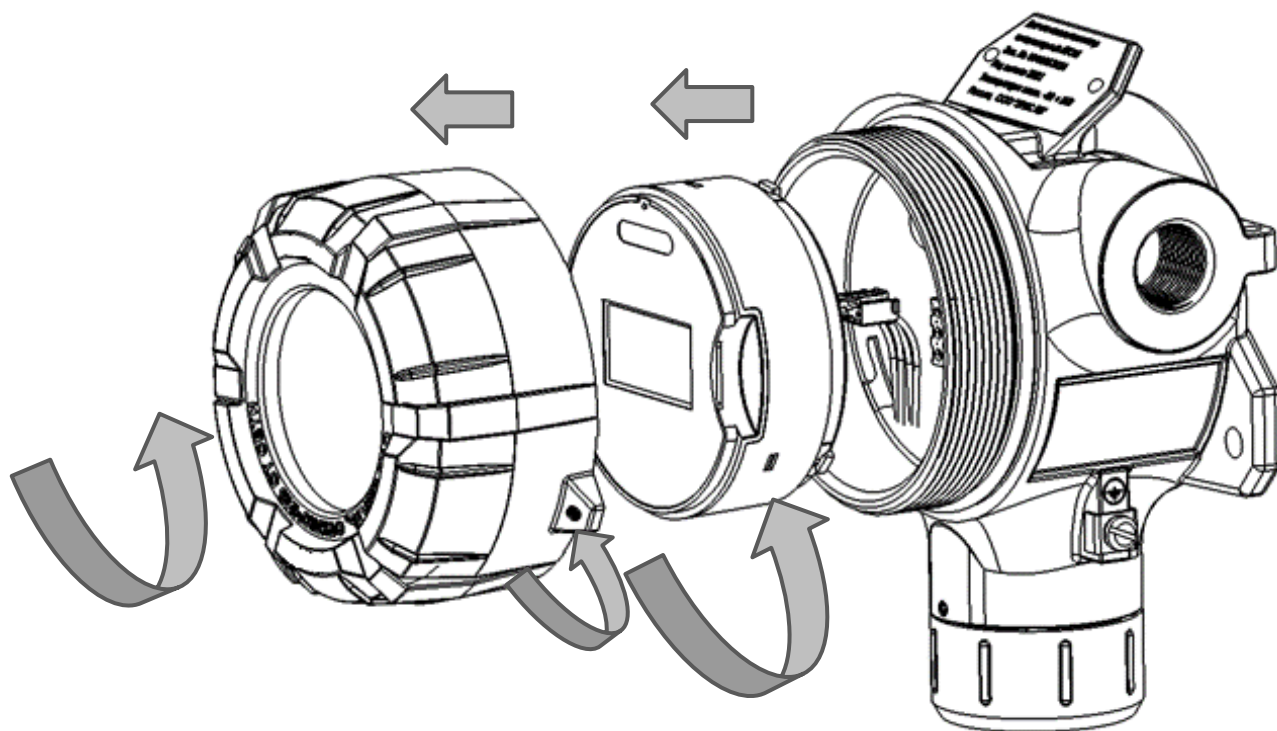

Рисунок 33- Схема разбора газоанализатора
1) Открутить стопорный винт на верхней крышке газоанализатора (см. рисунок 33). Открутить крышку по резьбе. Снять электронный модуль, повернув его против часовой стрелки, затем потянуть на себя. Во время проведения работ избегать попадания влаги в газоанализатор.
При кратковременном поднесении магнитного ключа к значку 2⬇ на лицевой панели прибора на дисплее отображается график, показывающий измеренную концентрацию за последнее время работы датчика (см. рисунок 33). Интервал движения графика настраивается в меню (Меню ► Настройка ► Интерфейсы ► Дисплей). Для выхода обратно в режим измерения необходимо